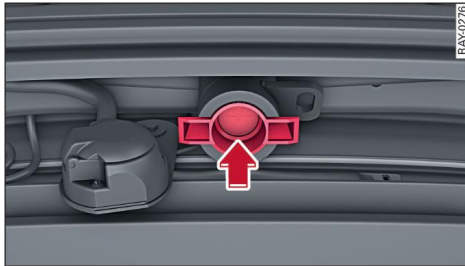

Fig. 105 Zona del parachoques trasero: Colocar el tapón
- Retire la tapa e inserte la llave **①** en la cerradura de la rueda moleteada.
- Sujete la rótula y tire de la rueda moleteada en la dirección de la flecha **②**, hasta sacarla.
- Sin dejar de tirar de la rueda moleteada, gírela hasta el tope, en el sentido de la flecha **③**.
- Introduzca el tapón en el tubo de enclavamiento ⇒ fig. 105, ⇒ **⚠**.